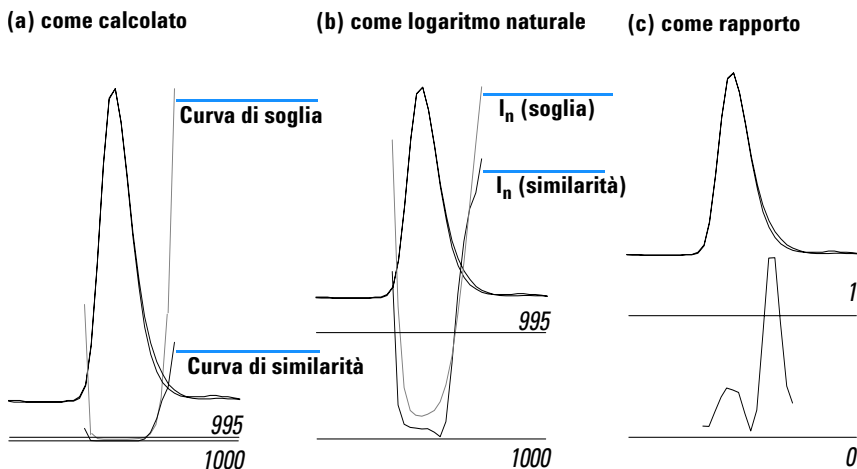

Figura 12 Curve di soglia e di similarità,
- 1 Senza trasformazioni, vedere Figura 12 \(a\);
- 2 Come logaritmo naturale, \ln , vedere Figura 12 \(b\), con il vantaggio di maggiori dettagli per l'apice del picco nella parte inferiore del grafico;
- 3 Come rapporto: $\text{ratio} = \frac{1000 - \text{similarity}}{1000 - \text{threshold}}$, vedere Figura 12 \(c\).